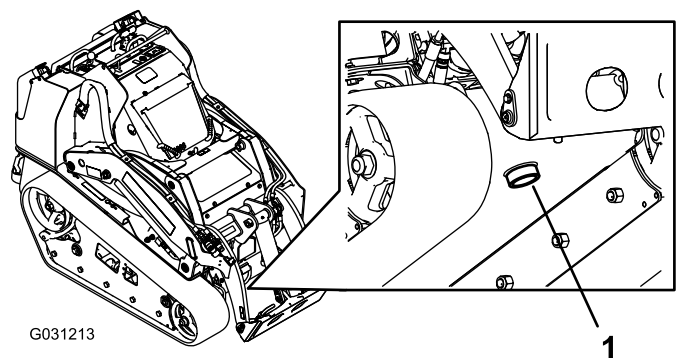

図 74
7. 機体前部の下に、オイルを受ける大きな容器57リットル以上を置く **図 74**。
8. ドレンプラグを抜き取り、排出されるオイルを容器に回収する **図 74**。